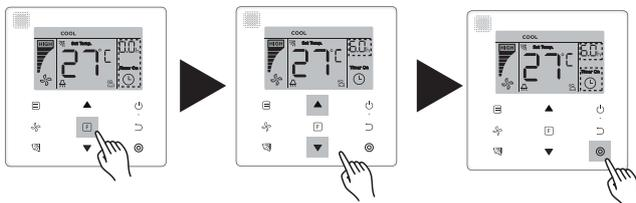

Figura 6.16
- 1) Encendido del **temporizador**: pulse el botón  para acceder a la opción «**Timer On**» (encender temporizador); la pantalla mostrará la opción «**0.0h Time On**» y el mensaje «**Time On**» parpadeando. A continuación, pulse  para confirmar. Pulse  y  para ajustar la hora de encendido y pulse  para confirmar y completar la acción (ver Figura 6.16).